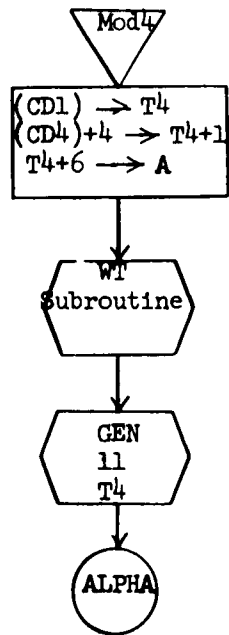

Figure 7.34 MODULE 4
7.3.7.3.4 MODULE 4 (Figure 7.34)